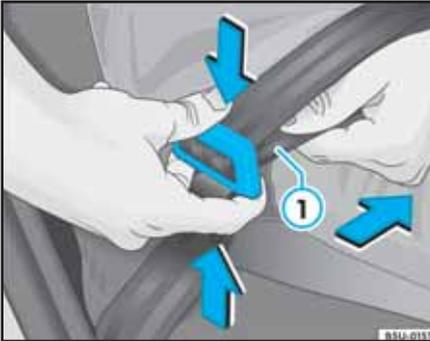
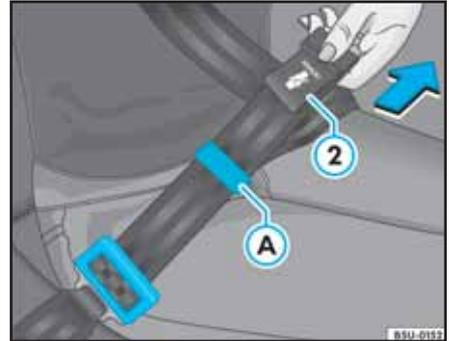

Fig. 14 Hebilla del cinturón: apretar para liberar
Fig. 15 Ajuste de las tiras del cinturón
- Mantenga presionada la hebilla conforme ilustrado ⇒ fig. 14 para desbloquear el bloqueo y ajustar el largo del cinturón.
- Alargue totalmente el cinturón, halándolo por la parte inferior ⇒ fig. 14 ①, en la dirección de la flecha. Asegúrese de que la etiqueta en la extremidad del cinturón ② quede visible, conforme indicado ⇒ fig. 15.
- Para ajustar el largo del cinturón, hale la parte superior (región en que se encuentra la etiqueta) ⇒ fig. 15 ② en la dirección de la flecha, manteniendo una distancia del pasador A a la hebilla conforme ⇒ fig. 15 para facilitar el deslizamiento de la tira del cinturón. Recomendase una holgura de hasta 5 cm. en la región del tórax, para efecto de confort.
- Posicione el pasador ⇒ fig. 15 A lo más próximo posible de la etiqueta en la extremidad del cinturón ⇒ fig. 15 ②.